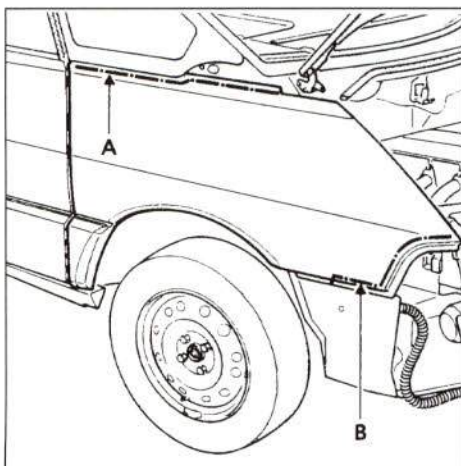

Figura 2.-Zonas de corte de la aleta delantera.
- No es necesario desmontar la luna pegada lateral del parabrisas, ya que al sustituir la aleta se corta por el borde (A y B de la figura 2), dejando solamente la pestaña de la aleta en dichas zonas.